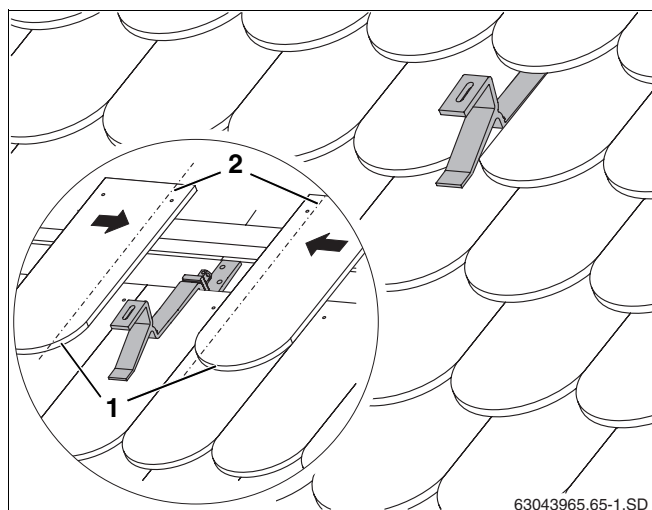

Fig. 20 Crochet de fixation sur toit couvert
- Découper les tuiles plates contigües (fig. 20, **pos. 1**) (ligne en pointillés, fig. 20, **pos. 2**).